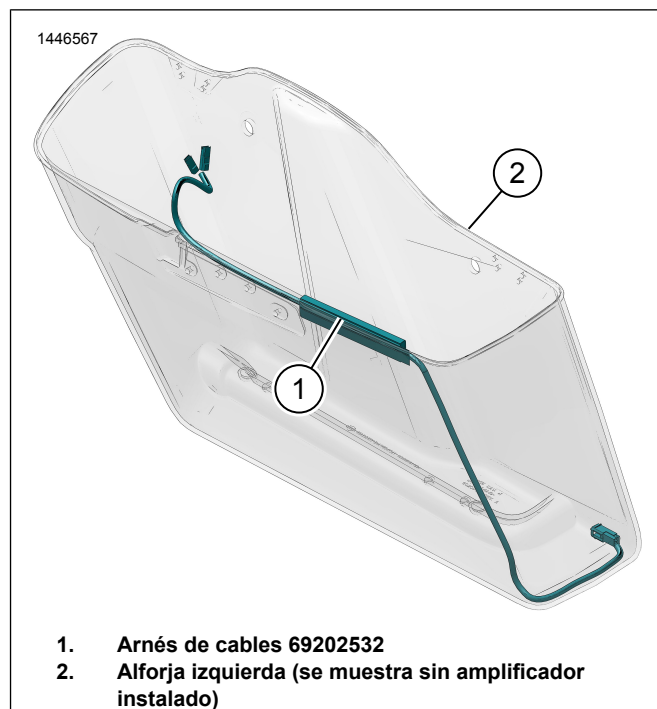

Figura 8. Tendido del arnés de la alforja izquierda
- c. Enchufe el conector del arnés de cables (2) en el conector del altavoz (1).
2. Figura 8 Instale el arnés de cables del altavoz izquierdo.
- a. Tienda el arnés de cables (1) tal como se muestra.